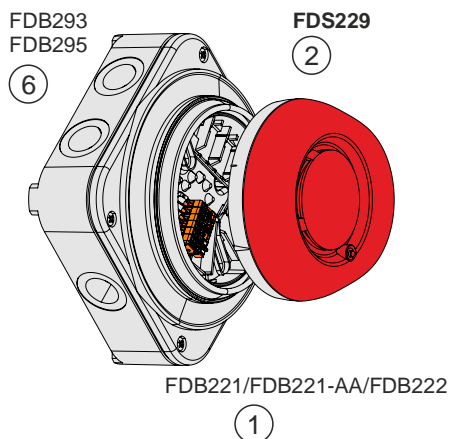

Fig. 3
- For humid applications use base attachment humid FDB293 or wet FDB295 (Fig. 3).
- Für Feuchtanwendungen verwenden Sie den Sockelzusatz feucht FDB293 oder nass FDB295 (Fig. 3).
- Pour les applications dans les environnements humides, utilisez l'accessoire d'embase étanche FDB293/FDB295 (fig. 3).
- Para aplicaciones en húmedo, utilice el acoplamiento zócalo húmedo FDB293/FDB295 (fig. 3).
- In presenza di umidità, utilizzare il supporto per base in ambienti umidi FDB293/FDB295 (Fig. 3).